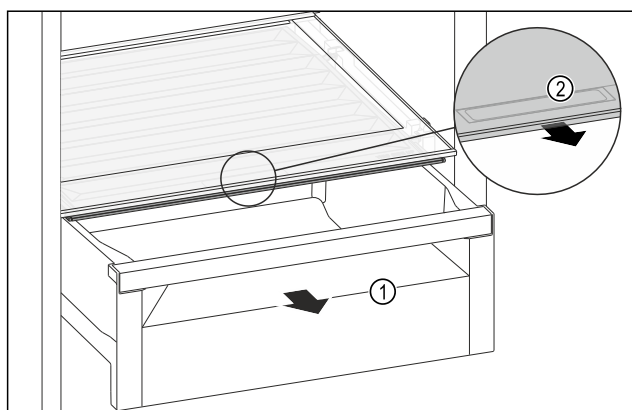

Fig. 96
- ▶ 拉出抽屉 Fig. 96 (1)。
- ▶ 抓住抽屉盖上的内嵌式拉手 Fig. 96 (2)，并同时向前拉出抽屉盖。